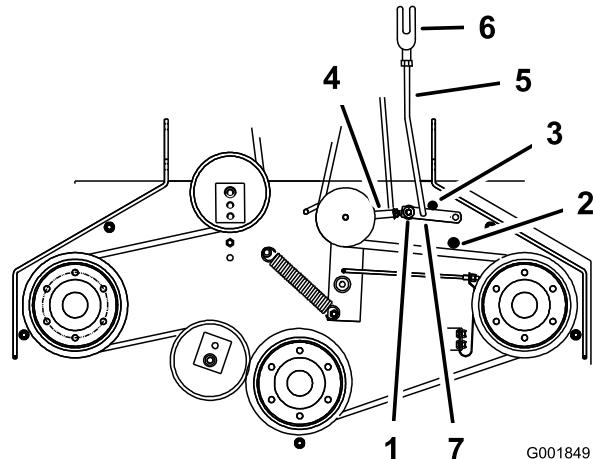

Figura 58
5. Asegúrese de que el brazo está en contacto con el tope trasero del brazo de la carcasa (Figura 58).
7. El brazo debe entrar en contacto con el tope delantero del brazo de la carcasa. Si no lo hace, la palanca acodada debe acercarse más al refuerzo (Figura 58).
8. Para ajustar el acoplamiento del brazo, retire el pasador de horquilla del brazo (Figura 58).
11. Instale el acoplamiento en el brazo y sujetelo con el pasador de horquilla (Figura 58).